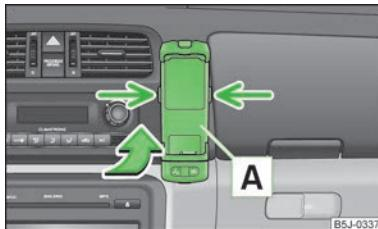

Fig. 93
- › Introducir primero el adaptador **A** en el sentido de la flecha » fig. 93 en el soporte hasta el tope. Presionar ligeramente el adaptador hacia abajo hasta que enclave en modo seguro.
- › Presionar los enclavamientos laterales del soporte simultáneamente » fig. 93 y extraer el adaptador con el teléfono.